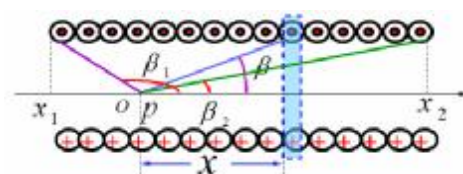

图 4-4 螺线管轴线上磁场的计算
(2) 由坐标纸绘制 $B-x$ 曲线。
(3) 绘制 $B-I_M$ 曲线，说明磁感应强度和励磁电流的关系。
(4) 如图 4-4，螺线管轴线上磁场的理论值按照